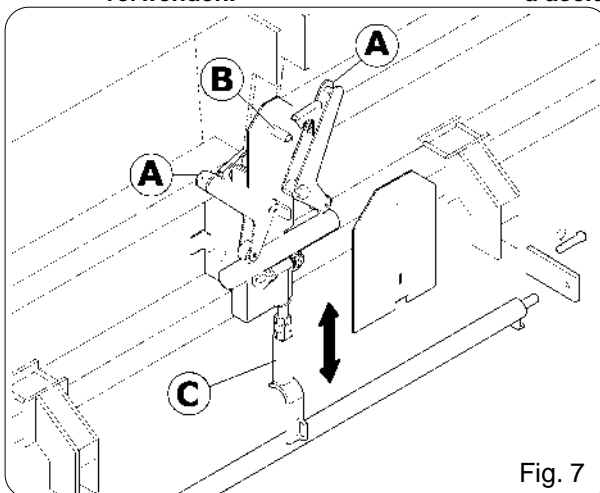

Fig. 7
- Comando automatico (Fig. 7);
- Automatic control (Fig. 7);
- Steuerung in Automatik (Abb. 7)
- Commande automatique (Fig. 7);
- Accionamiento automático, (Fig. 7);